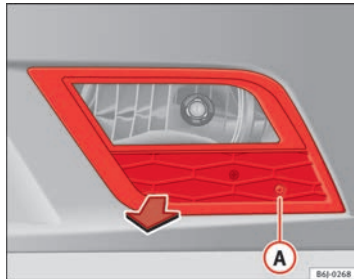

Abb. 158 Nebelscheinwerfer
- Entfernen Sie die Schraube ⇒ Abb. 158 (A) mit einem Schraubendreher aus dem Gitter des Nebelscheinwerfers.